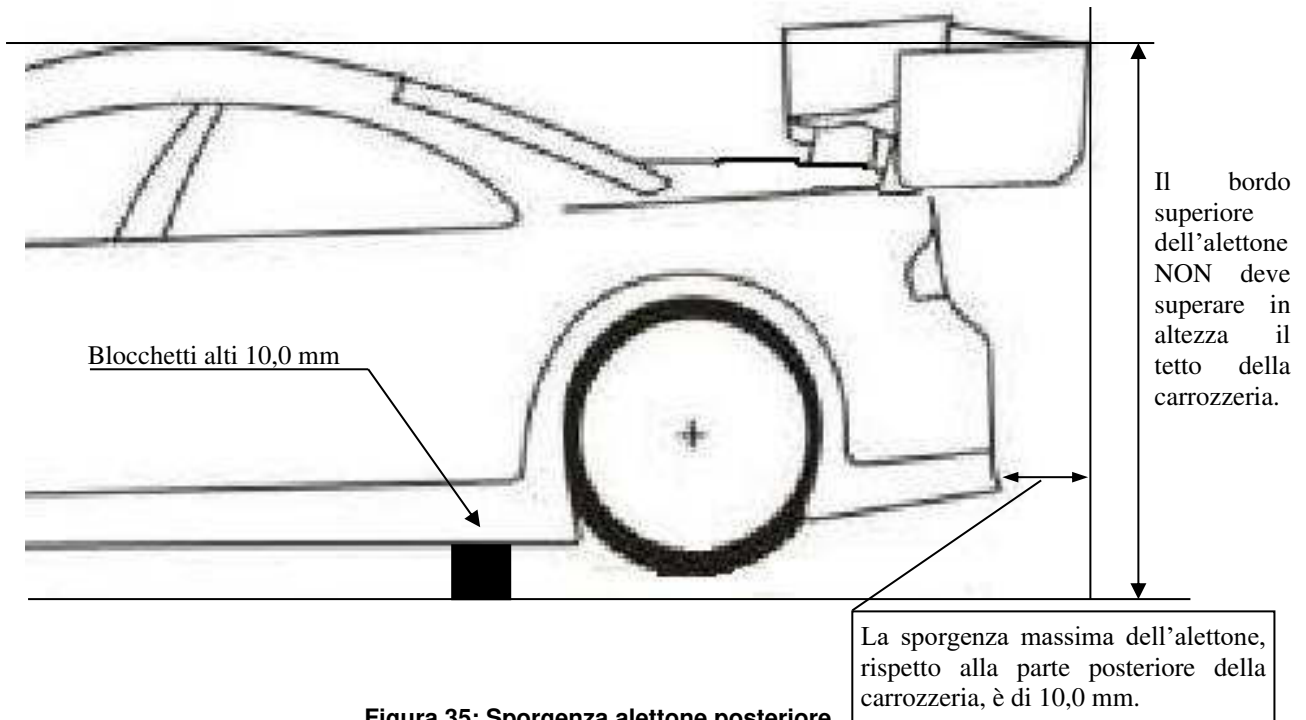

Figura 35: Sporgenza alettone posteriore
- L'ala e lo spoiler non possono sporgere oltre l'altezza e la larghezza della carrozzeria (bandelle laterali compresse). Vedi Figura 35 di pagina 71;
- La massima sporgenza dello spoiler posteriore è di 10 mm rispetto al limite posteriore della macchina. Vedi Figura 35 di pagina 71;